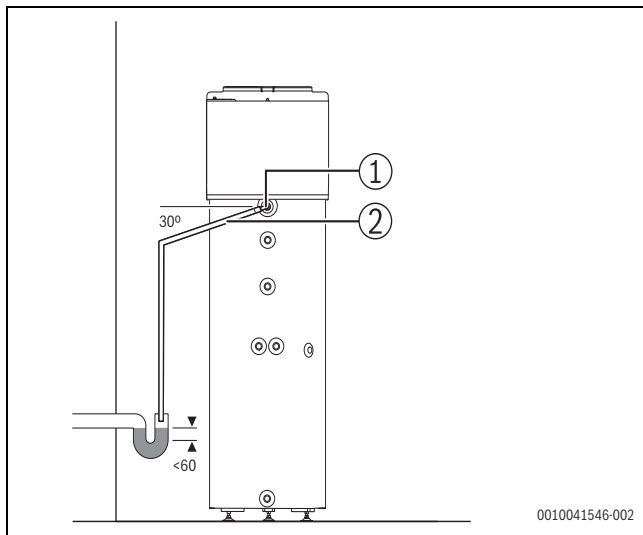

Bild 12 Kondensatanschluss
- Einen flexiblen Schlauch Ø 16 ([2], Abb. 12) an den Kunststoffnippel ([1] anschließen, Abb. 12).
- Schlauch an einen Siphon anschließen, damit das Kondensat frei abfließen kann (Abb. 12).